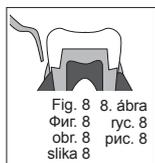

Fig. 8. 8. ábra
- b) Удалите излишки цемента с помощью подходящего инструмента (рис. 8).
Фиг. 8. 8. рис. 8
obr. 8. 8. рис. 8